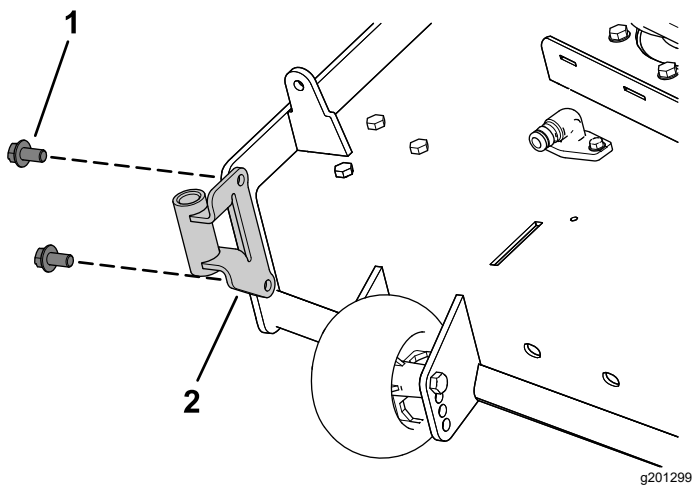

Bild 8
- Befestigen Sie die Gebläsestütze mit zwei Sechskantstellschrauben (3/8" x 3/4") am Mähwerk, wie in Bild 8 abgebildet.